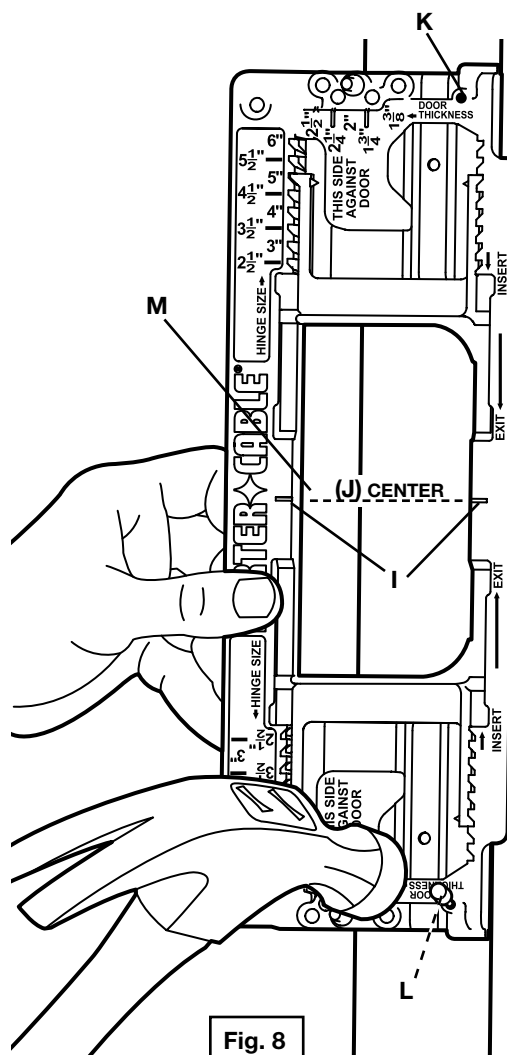

Fig. 8
Place template edge to frame as shown in Fig. 8. Align template center mark (I) to center mark (J) on door frame. Nail template firmly in place at holes (K) and (L) using supplied three-penny double-headed nails.
Route the hinge area on the frame. Start routing along the edge of the frame in the center (M) Fig. 8 of the template and continue clockwise until all material is removed. Use a claw hammer to carefully pull nails straight out and remove template from frame.
Placer le bord du gabarit sur le cadre comme indiqué à la Fig. 8. Aligner le repère central du gabarit (I) avec celui (J) inscrit sur le cadre de la porte. Clouer le gabarit solidement en position aux trous (K) et (L) avec les clous à deux têtes superposées de 31,7 mm (1 1/4 po [3d]) fournis.
Défoncer l'échancrure de la charnière sur le cadre. Débuter le défonçage le long du bord du cadre au centre (M), Fig. 8, du gabarit et poursuivre en sens horaire jusqu'à l'enlèvement complet de la matière. Utiliser un marteau à panne fendue pour retirer délicatement les clous qui maintiennent le gabarit au cadre.
Coloque el borde de la plantilla hacia el marco como se muestra en la Fig. 8. Alinee la marca central de la plantilla (I) con la marca central (J) del marco de la puerta. Clave la plantilla firmemente en su lugar en los orificios (K) y (L) utilizando los clavos de cabeza doble de tres peniques.
Rebaje la superficie de la bisagra en el marco. Comience a rebajar a lo largo del borde del marco en el centro (M) Fig. 8 de la plantilla y continúe en sentido de las agujas del reloj hasta retirar todo el material. Utilice un martillo de orejas para extraer cuidadosamente los clavos y retirar la plantilla del marco.